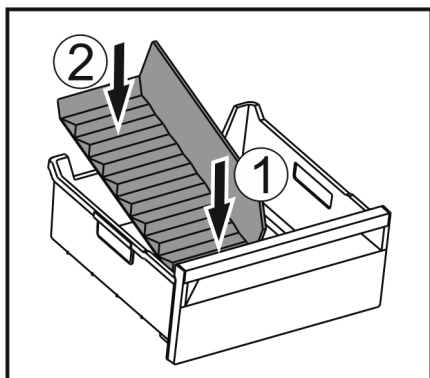

Fig. 146
- ▶ Vložte přední část přepážky přihrádky na led. Fig. 146 (1)
- ▶ Zadní část přepážky přihrádky na led spusťte až na dno zásuvky. Fig. 146 (2)